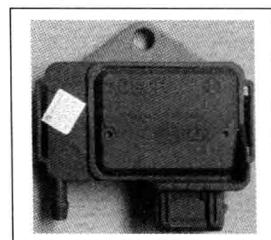

图 1-19 压力传感器实物图
1) 半导体压敏电阻式进气压力传感器。压力转换元件是利用半导体的压阻效应制成的硅膜片，其变形与压力成正比，利用电桥将硅膜片的变形转换成电信号，半导体压敏电阻式进气歧管绝对压力传感器是由压力转换元件(硅片)、把转换元件输出信号进行放大的混合集成电路和真空室组成，实物如图 1-19 所示。